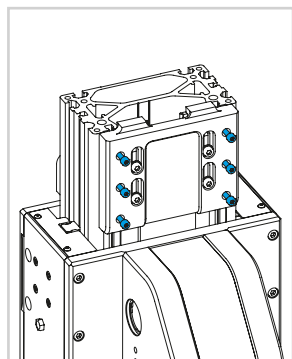
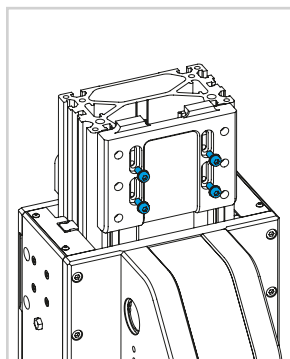
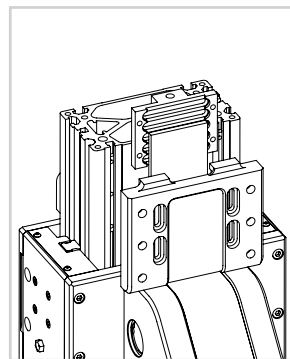

Fig. 5
Fig. 6
Fig. 7
- 4) Rimuovere le viti della piastra di bloccaggio superiore della cinghia e staccarla dall'attuatore (vedi Fig. 5, Fig. 6 e Fig. 7).